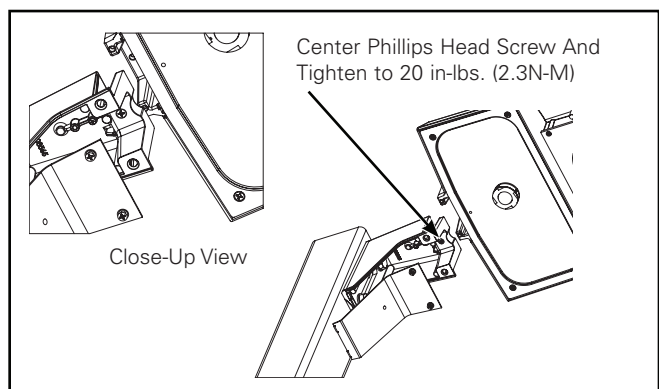

Figure 3.
3. Fold fixtures wires tightly towards fixture door when sliding fixture on to mounting arm. Tighten the center phillips head screw to 20 in-lbs. (2.3 N-M). (Figure 3.)
3. Pliez les fils du luminaire devant la porte du luminaire lorsque vous glissez le luminaire sur le bras de montage. Serrez la vis à tête cruciforme centrale à un couple de 2,3 Nm (20 po-lb). (figure 3)